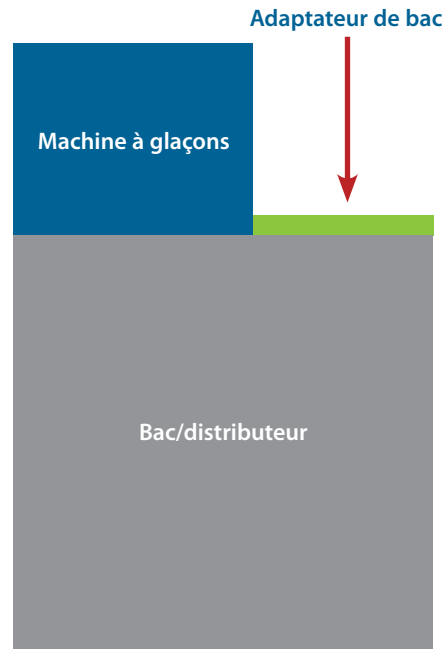

Figure 5. Machine TCIM installée à gauche du bac/distributeur.
- Machine TCIM à gauche (configuration 1 ; voir fig. 5)